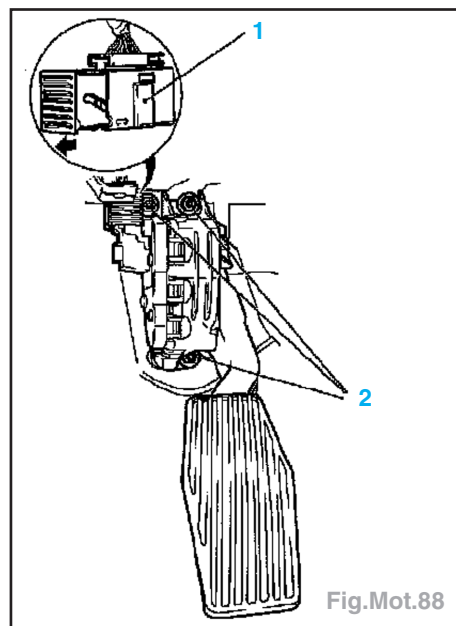

Fig.Mot.88
- Débrancher la fiche de faisceau (1) et défaire les 3 écrous (2) de fixation de la pédale et la déposer (Fig.Mot.88).